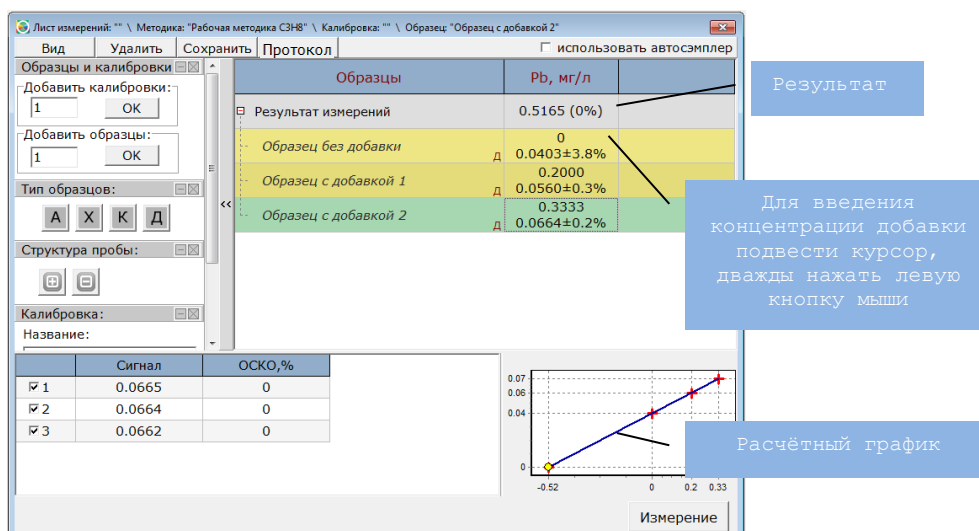

Рис. 28 Метод добавок
Программа позволяет рассчитать концентрацию неизвестной пробы по образцам с добавками рис. 28. Для реализации метода (1 образец без добавки, 2 образца с добавками):
7. Результат отображается в таблице результатов рис. 28.